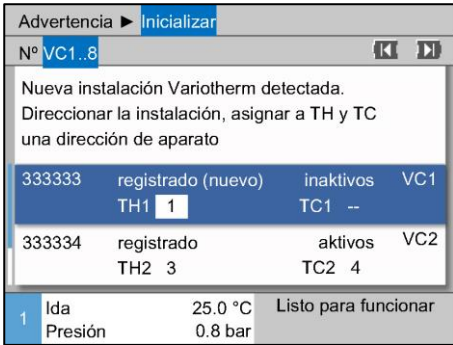

Fig. 24: Registrar dirección TH
3. Con el pulsador saltar a la dirección de TH y asignar una dirección registrada. (→ Fig. 24 Ej.: Asignar dirección 1 a TH1)